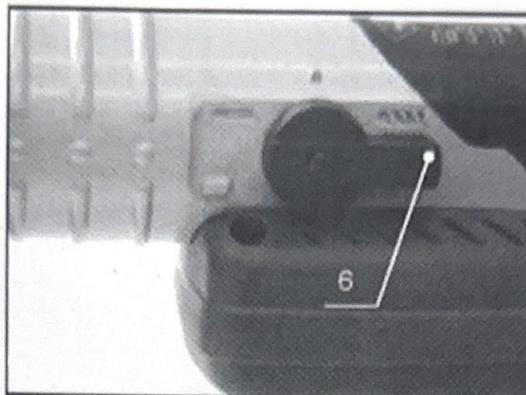

Рис. 4
Для того, чтобы установить режим сверление с ударом, необходимо рычаг (поз.6, рис.4) ударного механизма повернуть на символ «сверло».
- Для того, чтобы установить режим удара, необходимо рычаг (поз.6. рис.4) ударного механизма повернуть на символ «долото».